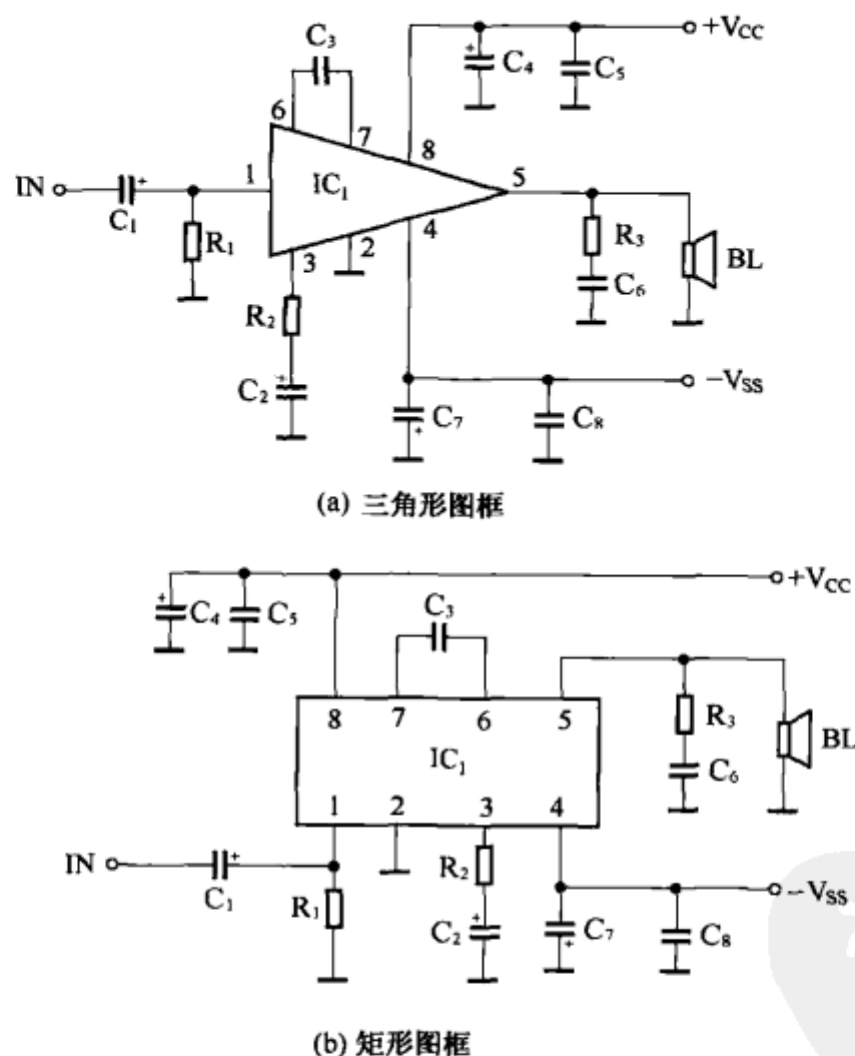

图 7-6
(3) 集成电压放大器、集成功率放大器等既有用三角形图框表示的，也有用矩形图框表示的。图 7-6 所示为集成功率放大器的两种画法，图 7-6 (a) 中集成功放 IC_1 采用三角形图框，图 7-6 (b) 中 IC_1 采用矩形图框，两者形式不同，实质一样。从看图的角度来说，放大器采用三角形图框表示，信号流向更加直观明了。